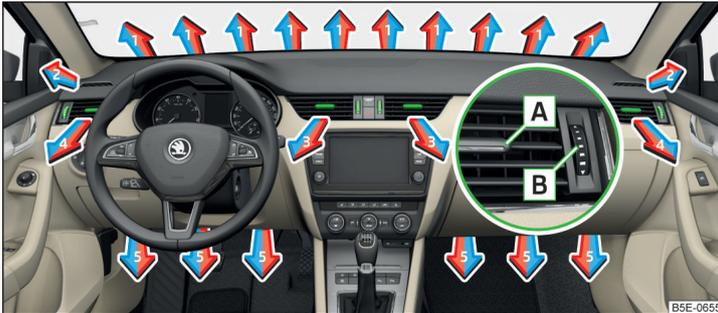
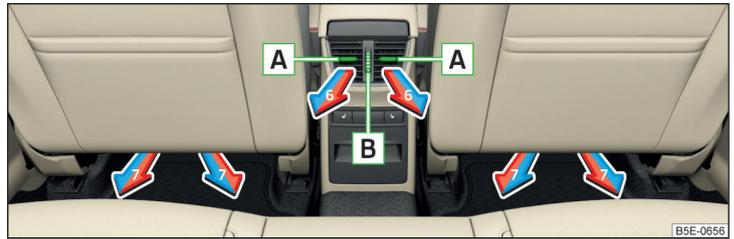

Abb. 137 Luftaustrittsdüsen vorn
Abb. 138 Luftaustrittsdüsen hinten
Bei den Luftaustrittsdüsen **3, 4** » Abb. 137 und **6** » Abb. 138 kann die Luftströmungsrichtung geändert und die Düsen können auch einzeln geöffnet und geschlossen werden.
Die Einstellung der Luftstromrichtung erfolgt durch das Verschieben des Verstellelements **A** » Abb. 137 bzw. » Abb. 138 in gewünschter Richtung.
- » Zum **Öffnen** den Regler **B** » Abb. 137 bzw. » Abb. 138 nach oben drehen.
- » Zum **Schließen** den Regler **B** » Abb. 137 bzw. » Abb. 138 nach unten drehen.
Richtung des Luftaustritts einstellen	Luftaustrittsdüsen » Abb. 137 und » Abb. 138